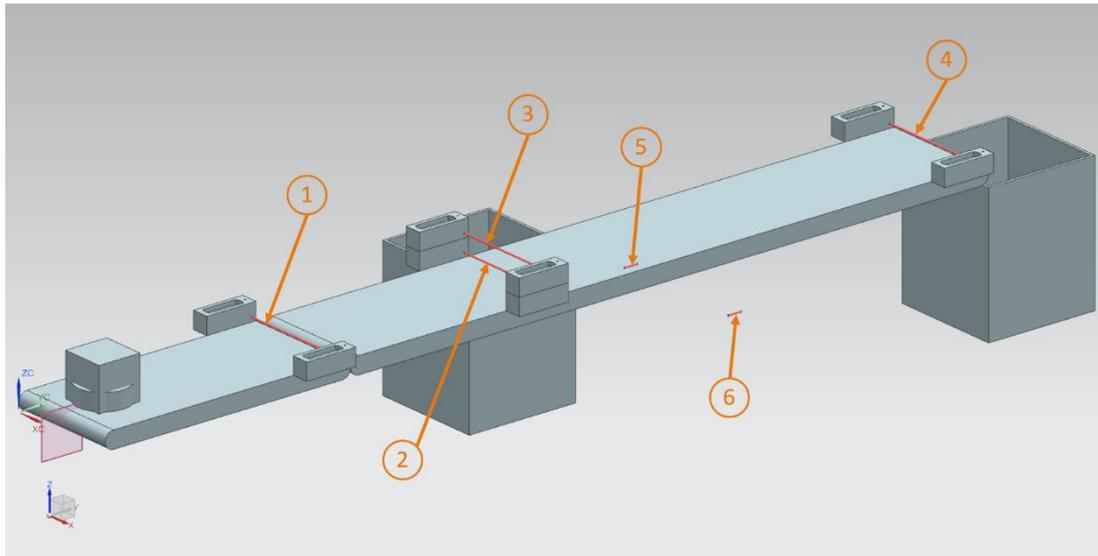
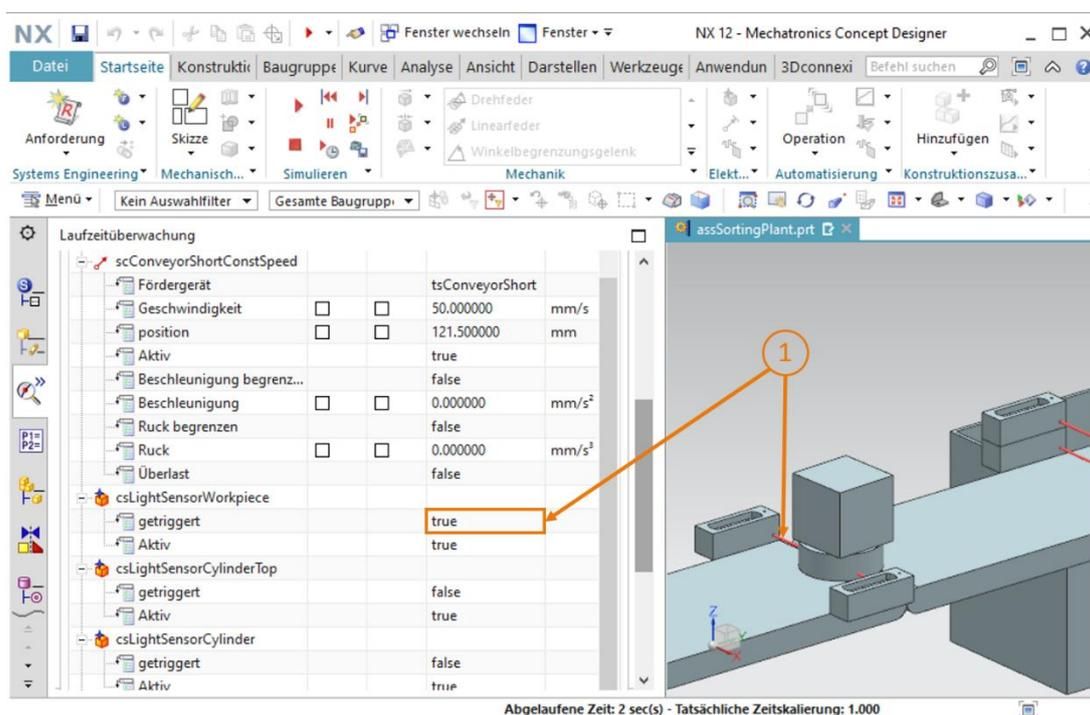

Abbildung 51: Überblick über alle Kollisionssensoren in der Sortieranlage
Abbildung 52: Verhalten der Kollisionssensoren der Lichtschranken während der Simulation
→ Damit haben Sie den ersten Kollisionssensor erstellt (hervorgehoben in Abbildung 51, Schritt 1). Definieren Sie die verbleibenden Kollisionssensoren wie folgt:
- Die **untere Lichtschranke in der Mitte des hinteren Transportbands "conveyorLong"** (siehe Abbildung 51, Schritt 2) soll als Kollisionssensor mit dem Namen **"csLightSensor Cylinder"** erzeugt werden, um zylinderförmige Werkstücke erkennen zu können.
- Die **obere Lichtschranke in der Mitte des hinteren Transportbands "conveyorLong"** (siehe Abbildung 51, Schritt 3) soll unter dem Namen **"csLightSensorCylinderTop"** zur zweifelsfreien Unterscheidung von zylinder- und quaderförmigen Werkstücken eingesetzt werden. Dies ist möglich, da die zylinder- und quaderförmigen Werkstücke eine unterschiedliche Höhe aufweisen, sodass die kleineren zylinderförmigen Werkstücke nur die untere Lichtschranke und die größeren quaderförmigen Werkstücke beide Lichtschranken unterbrechen.
- Mit der **Lichtschranke am Ende des langen Transportbands "conveyorLong"** (siehe Abbildung 51, Schritt 4) werden die auf dem Transportband verbliebenen Werkstücke gezählt. Dies werden beim richtigen Aussortieren nur noch quaderförmige Körper sein. Der zugeordnete Kollisionssensor soll **"csLightSensorCube"** lauten.
- Der **Begrenzungssensor am Ende des Abschiebers** (siehe Abbildung 51, Schritt 5) wird feststellen, ob der Abschieber noch nicht vollständig ausgefahren ist. Selektieren Sie in diesem Fall das Kollisionssensor-Objekt im Baugruppen-Navigator **den limitSwitch Sensor am Ende des Abschiebers**. Nennen Sie den Kollisionssensor **"csLimitSwitchCylinderNotExtended"**.
- Der **Begrenzungssensor am Anfang des Abschiebers** (siehe Abbildung 51, Schritt 6) signalisiert, dass der Abschieber vollständig eingefahren ist. Geben Sie diesem Kollisionssensor den Namen **"csLimitSwitchCylinderRetracted"**.
→ Starten Sie die Simulation, wie in Kapitel 7.1, "**Abschnitt: Starten & Stoppen einer Simulation in MCD**" erläutert. Testen Sie zunächst ausschließlich das Verhalten der Lichtschranken der Sortieranlage. Stellen Sie dazu in der Laufzeitüberwachung das **Aktiv**-Signal der Geschwindigkeitsregler "**scConveyorShortConstSpeed**" sowie "**scConveyorLongConstSpeed**" auf "**true**", wiederum das **Aktiv** Signal der beiden anderen Geschwindigkeitsregler auf "**false**". In der Simulation können Sie das Fördern beider Werkstücke erkennen. Beim Durchfahren Ihrer Kollisionssensoren der Lichtschranken (vergleiche Abbildung 51, Schritt 1 – 4) werden die Felder "**getriggert**" des jeweiligen Sensors auf "**true**" gesetzt, andernfalls verbleiben Sie auf "**false**". Dies ist beispielsweise für die erste Lichtschranke "**csLightSensorWorkpiece**" in Abbildung 52, Schritt 1 illustriert.